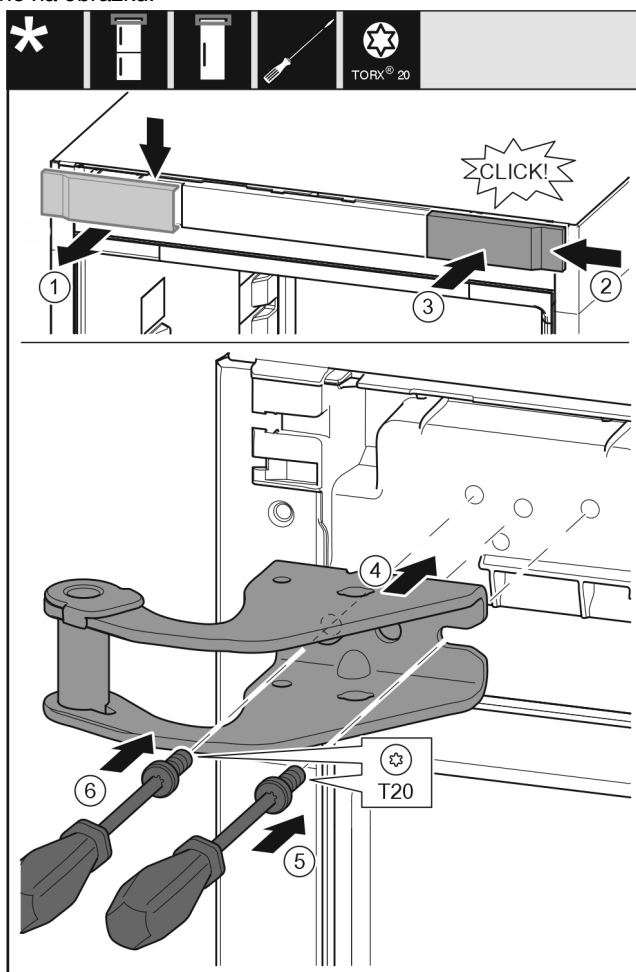

Fig. 19
- ▶ Odoberte kryt zhora dopredu. Fig. 19 (1)
- ▶ Kryt zaveste na druhú stranu sprava otočený o 180°. Fig. 19 (2)
- ▶ Kryt zaklapnite. Fig. 19 (3)
- ▶ Nasad'te hornú ložiskovú konzolu. Fig. 19 (4)
- ▶ Skrutku nasad'te a pevne zaskrutkujte skrutkovačom T20. Fig. 19 (5)
- ▶ Skrutku vložte a pevne zaskrutkujte skrutkovačom T20. Fig. 19 (6)